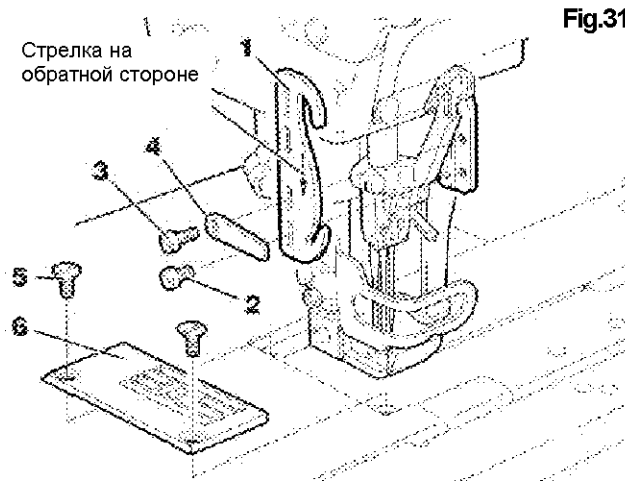
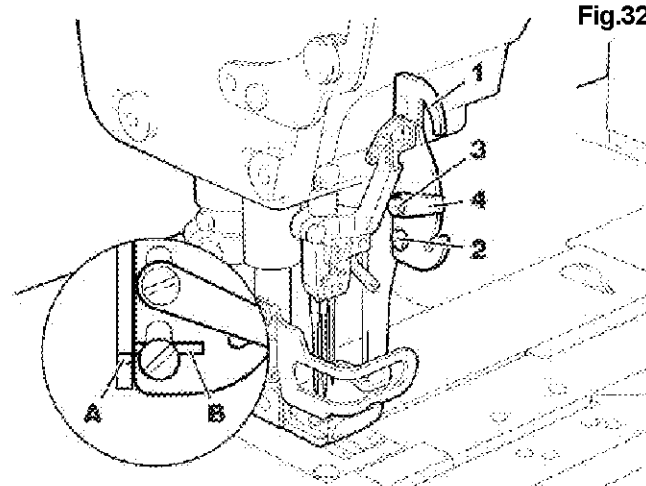

Fig.31
Fig.32
1. Снимите винты 2 и 3. Поверните нитепритягиватель 1 игольной нити верхней стороной вниз (для изменения параметров с плотных стежков на свободные стежки). Проверьте, обращена ли вниз стрелка С, выгравированная на нитепритягивателе игольной нити 1, как показано на Рис. 31. Установите метку А на кронштейне нитепритягивателя игольной нити и метка В на нитепритягивателе игольной нити 1 на место (см. Рис. 32). Затяните винт 2. Установите ограждение игольной нити 4 в стандартное положение в соответствии с типом используемой нити. Временно затяните винт 3.